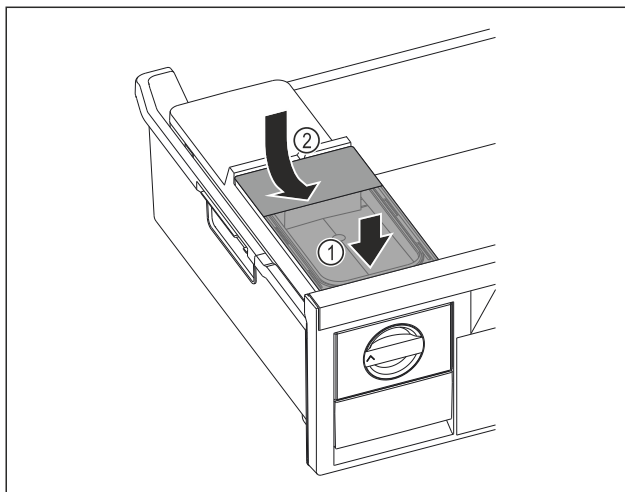

Fig. 86
- Collegare il serbatoio dell'acqua alla parte anteriore. Fig. 86 (1)
- Abbassare il serbatoio dell'acqua posteriore. Fig. 86 (2)